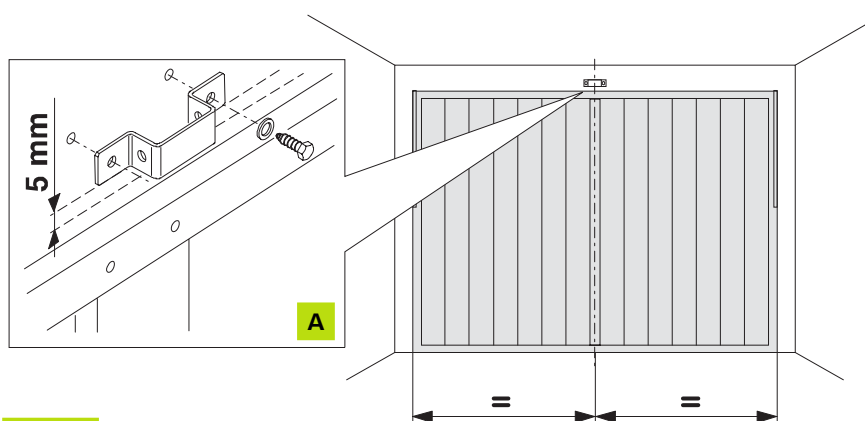

FIG. 12
- 1) Tracer sur le linteau une ligne correspondant à la médiane verticale de la porte (fig. 12).
- 3) Positionner la patte de fixation de l'attache avant en plaçant son bord inférieur à au moins 5 mm au-dessus du point d'intersection des lignes et centré avec la ligne verticale (fig. 12). Pour le positionnement de la patte de fixation par rapport au point d'attache sur la porte, se reporter également au paragraphe 3.5.2.